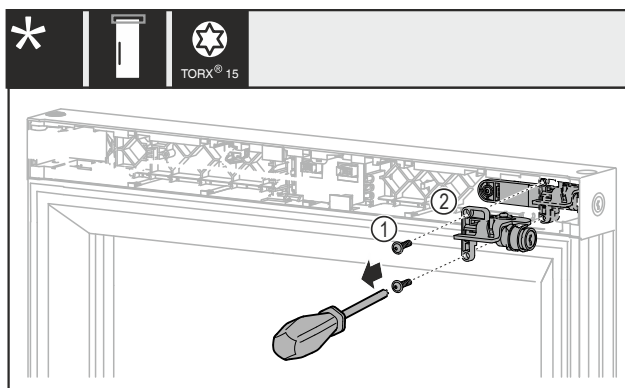

Fig. 20
- Îndepărtați șuruburile Fig. 20 (1).
- Detașați încuietoarea mecanică Fig. 20 (2).